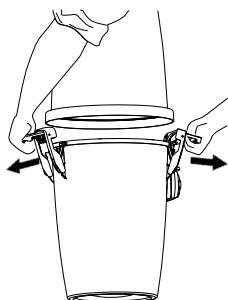

Fig. 22
1. Frigör de två handtagen som håller fast dammbehållaren. Det är lätt att låsa upp handtagen, man lyfter uppåt tills det tar emot. När man drar handtagen utåt, bort från dammsugaren, frigörs behållaren. Fig. 22.